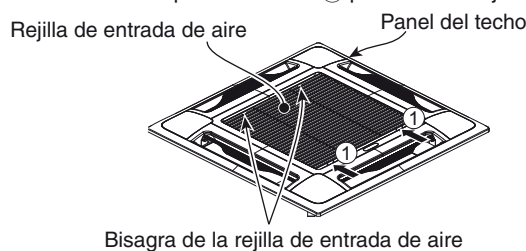

Fig. 7-4
- b) Deslice los enganches de la rejilla de aire en el sentido mostrado por las flechas ① para abrir la rejilla. (Fig. 7-4)